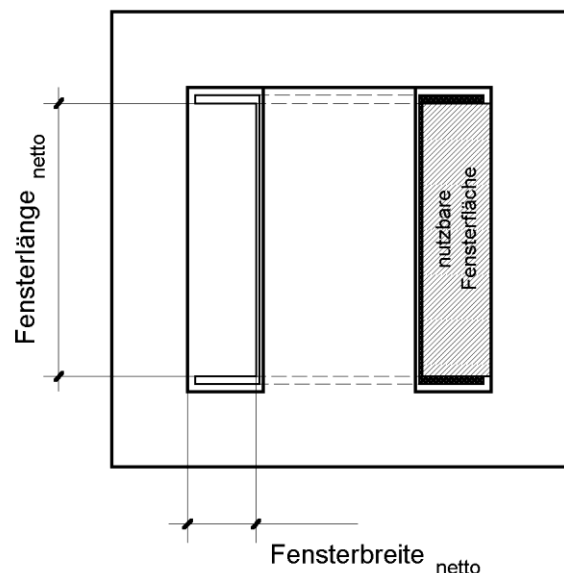

Abb. 3: Spulenkörper des Transformators
**Fensterlänge netto:** Siehe Abb. 3
**Fensterbreite netto:** Siehe Abb. 3